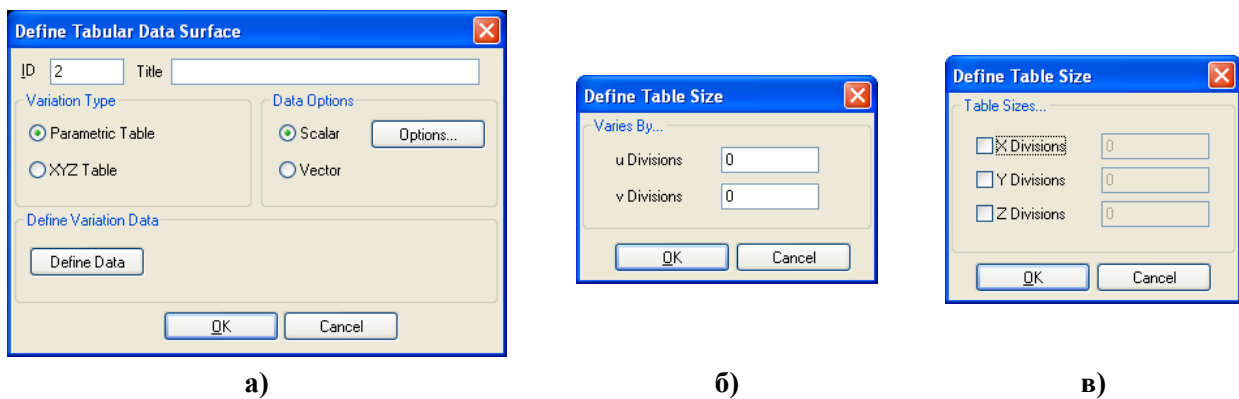
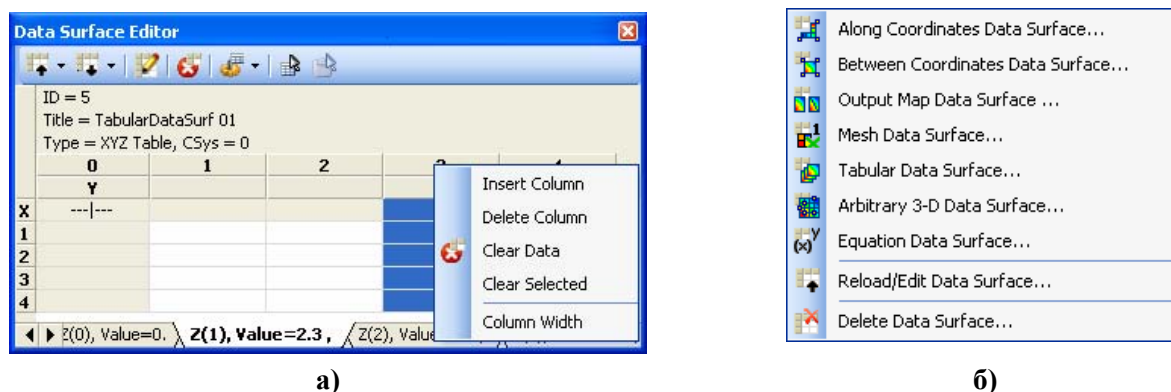

Рис.4.7. Диалоговые панели задания данных таблицей: а) – основная; б), в) – вспомогательные
Рис.4.8. Диалоговая панель редактирования таблицы (а); динамическое меню команд (б)
- „**Tabular Data Surface**” (таблица данных поверхности, см. рис.4.7-а). Вызывается только из панели „**Data Surface Editor**”. Если в секции „**Variation Type**” выбрать вариант „**Parametric Table**” и инициировать кнопку „**Define Data**”, то появится панель, изображенная на рис.4.7-б, где нужно указать *целые* числа „**u Division**” и „**v Division**”: будет создана пустая таблица из  $v$  строк и  $u$  столбцов (это является количеством промежуточных точек в каждом из направлений на поверхности с *четырьмя* сторонами), которая параметрическим образом „привязывается” к поверхности, для которой таблица создается. Тогда в строке  $U$  и в столбце  $V$  значения должны быть  $0...1$ , причем именно 0 и 1 соответствуют углам поверхности. Можно вручную заполнить только угловые значения, а потом с помощью кнопки  дать команду „**Interpolate...**” – таблица заполнится интерполированными значениями. В случае выбора варианта „**XYZ Table**” и инициирования кнопки „**Define Data**” появится панель, изображенная на рис.4.7-в, где нужно указать *целые* числа „**X Divisions**”, „**Y Divisions**” и/или „**Z Divisions**”. Если будут введены значения для всех трех осей, то будет создана **Z**-слоенная таблица из  $X$  столбцов и  $Y$  строк каждая, а если только для одного или двух – однослойная таблица (еще пустая). С помощью кнопки „**Options...**” на панели „**Define Options for Variation**” (см. рис.4.4-б), что появится, можно изменить координатную систему для координат таблицы, а также в секции „**Tabular Option**” для „**Undefined Cells**” (не определенные ячейки) один из вариантов: „**Interpolate from Closest**” (интерполировать от ближайшего, по умолчанию) или „**Value**” (ввести конкретное значение). Сначала в **Z**-слоенной таблице все  $Z=0$ . Чтобы ввести другое значение, нужно навести курсор на вкладку внизу, щелкнуть правой кнопкой мыши, выбрать команду „**Properties...**” и ввести значение. С помощью правой кнопки мыши можно добавить/изъять столбцы и строки таблицы (наводить курсор на  $X$  или  $Y$ , см. рис.4.8-а), или вкладки (таблицы при других  $Z$ ). **Внимание:** обязательно нужно давать команду **Save** для сохранности таблицы. Созданную таким образом
Относительно панели „Data Surface Editor”, о которой шла речь выше, то она (см. рис.4.8-а), вызывается командой **Tools→Data Surface Editor**. Она имеет, кроме таблицы (или таблиц на вкладках), кнопки управления, описанные в таблице 4.1. Самая левая из них вызывает или диалог выбора существующих таблиц (по умолчанию), или динамическое меню, изображенное на рис.4.8-б, с командами выбора описанных выше семи вариантов создания таблицы данных, с командой выбора существующих таблиц и командой удаления таблиц.